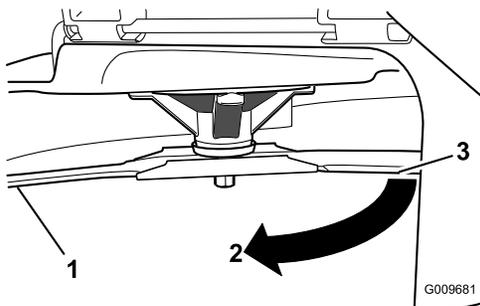

Figura 43
4. Gire la misma cuchilla 180 grados de manera que el otro filo de corte esté en la misma posición (Figura 43).